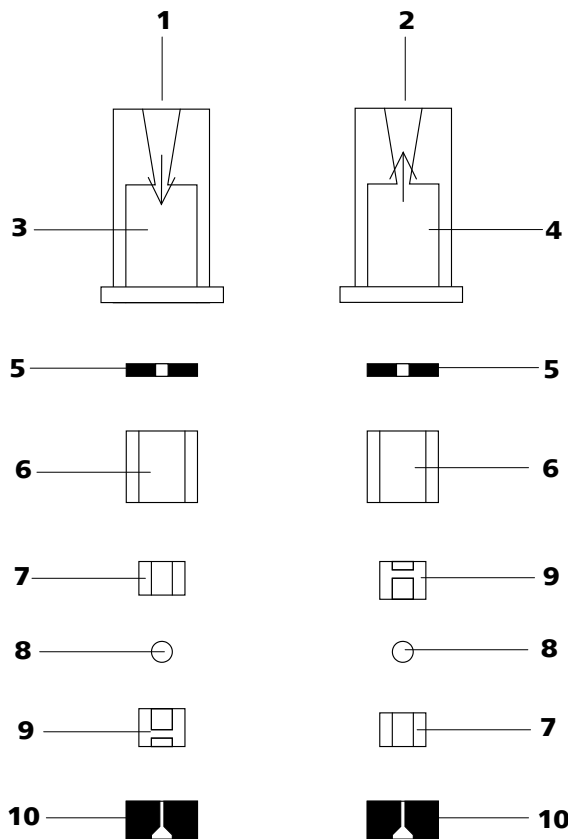

图 41 进口阀和出口阀的组成部分
- 进口阀和出口阀的组成部件均相同，只是排布不同（参见图41，第68页）。
- 按正确顺序将其他的阀门组件（参见图 41，第 68 页）依次放好。
若并非如此，则必须再次拆分阀门，并正确组装（参见图 41，第 68 页）。